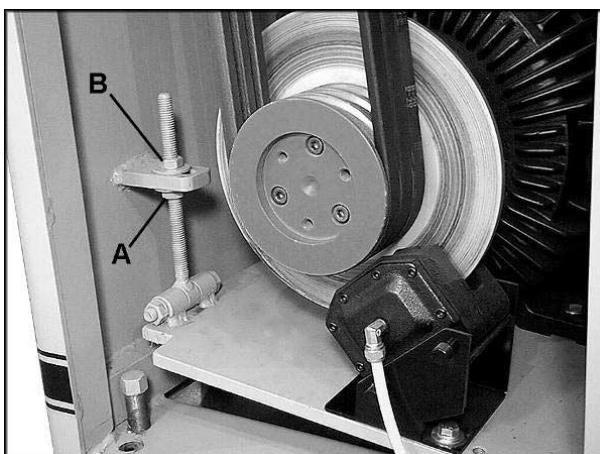

Рисунок 11
2. Ослабьте нижнюю шестигранную гайку (A, Рисунок 11/12) на плате двигателя.
3. Затягивайте верхнюю шестигранную гайку (B, Рисунок 11/12), чтобы опустить монтажную плиту двигателя, пока не будет достигнуто надлежащее натяжение.
5. Снова затяните нижнюю шестигранную гайку (A, Рисунок 11/12) напротив нижней части монтажной платы двигателя.